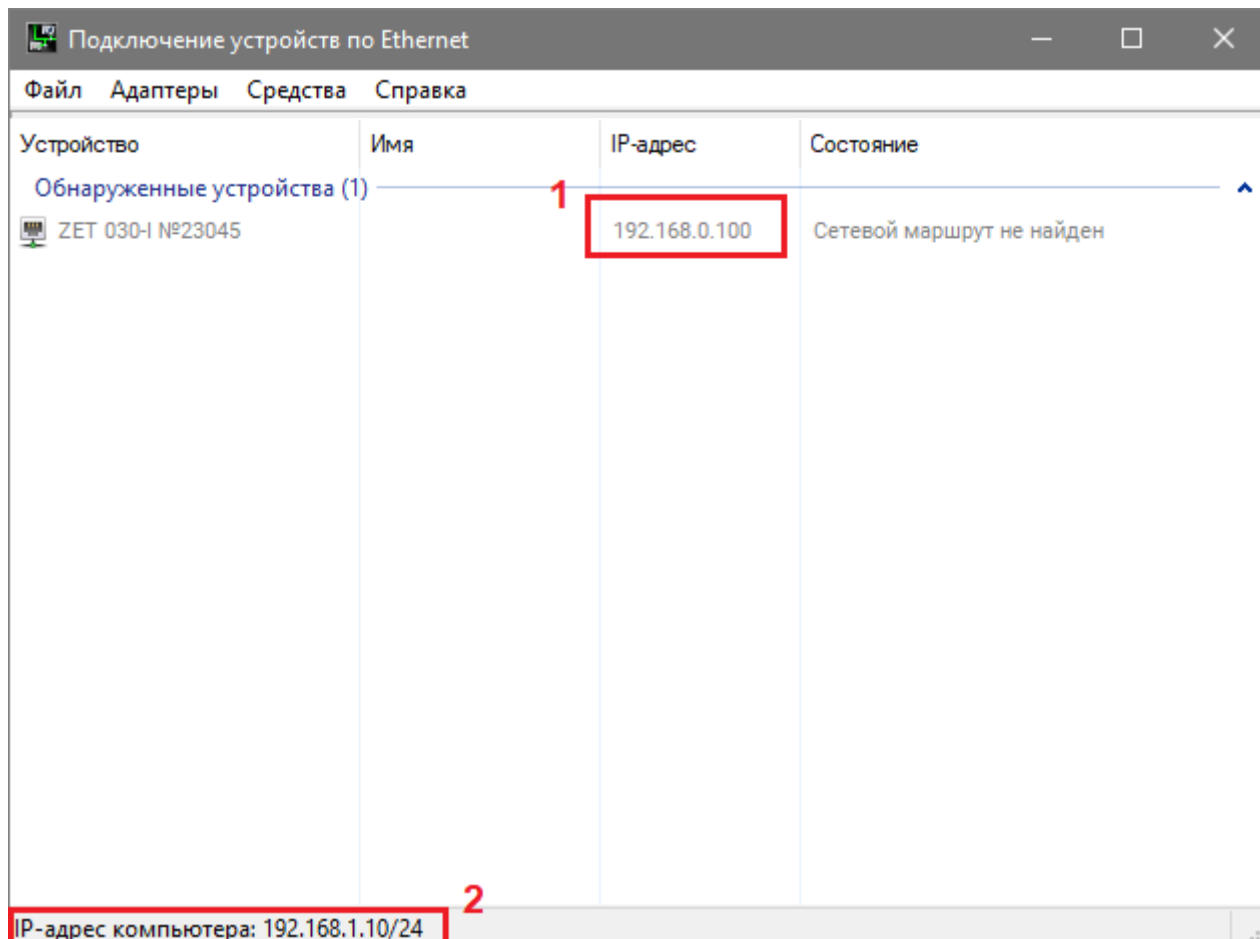

Рис. 5.1 Окно «Подключение устройств по Ethernet»
Для проверки IP-адреса анализатора на панели ZETLAB в меню «Сетевые программы» активируйте программу «Подключение устройств по Ethernet». В открывшемся окне программы «Подключение устройств по Ethernet» в столбце «IP-адрес» (1) указан сетевой адрес анализатора (Рис. 5.1). Сетевой адрес компьютера отображается в нижней части окна программы «Подключение устройств по Ethernet» (2).